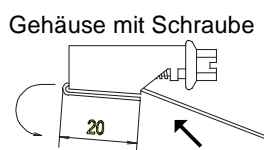

Abbildung 8: Spannbändergehäuse
2. Spannbänder von der Schraubenkopfseite in das Gehäuse einschieben und einen Überstand von 20mm um den Sattel biegen (**Abbildung 8**).